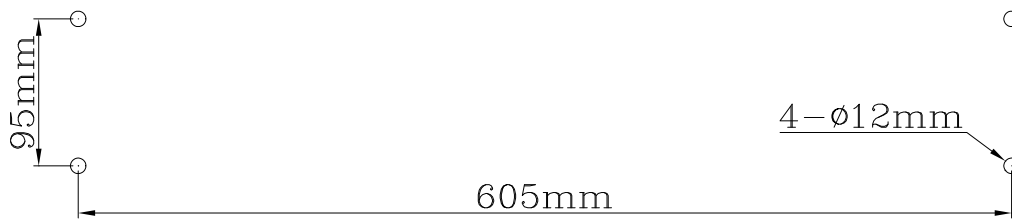

Figure 3.5 :
Étape 2) Ouvrir les trous de vis d'expansion sur le sol. (la taille du trou est indiquée à la Figure 3.5)